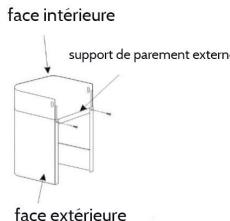

figure 5
5. Ajustez la hauteur de la partie interne de la cheminée de manière à ce que les supports correspondent, puis fixez-les. Ensuite, vous pouvez fixer la hotte avec les vis de sécurité (voir figure 5).